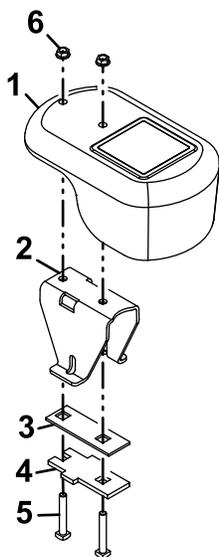

Figura 7
- Sujete las placas al peso con los pernos (3/8" x 2 1/2") y las tuercas (Figura 7).